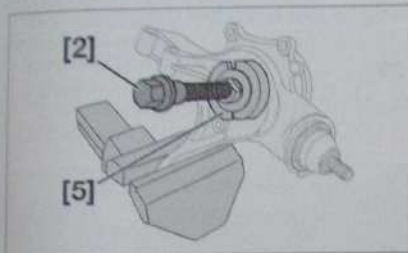

Fig. 36
- Positionner les outils [5] et [2] (Fig.36).